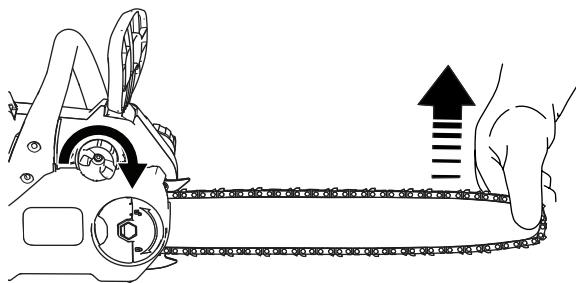

Figura 29
3. Levante la punta de la espada (Figura 29).